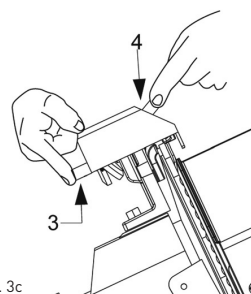

FIG. nr. 3c
- apăsați simultan butoanele timp de 3/4 secunde (3 și 4, FIG. nr. 3c), apoi eliberați-le simultan;